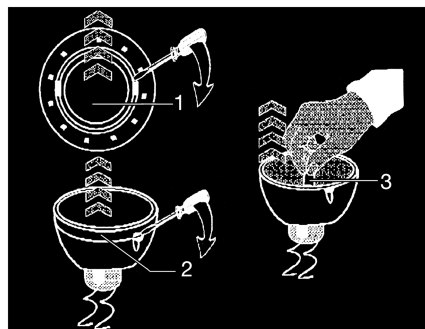

Fig. 257 Cambiar la bombilla halógena
- Soltar el anillo de cubierta interior (Fig. 257,1) de la carcasa con un desatornillador.
- Soltar el anillo de cubierta con la lámina de vidrio (Fig. 257,2) de la parte inferior de la lámpara halógena empotrada utilizando un desatornillador.
- Extraer la bombilla halógena (Fig. 257,3).